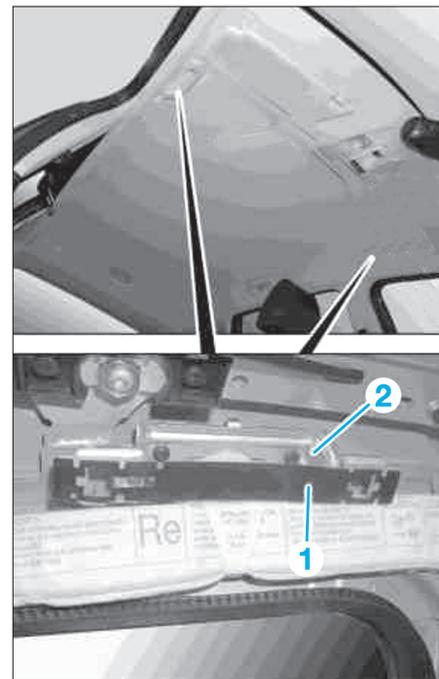

FIG. 66
- ne pas reposer les pièces intermédiaires (1) sur les fixations (2) (Fig.66),